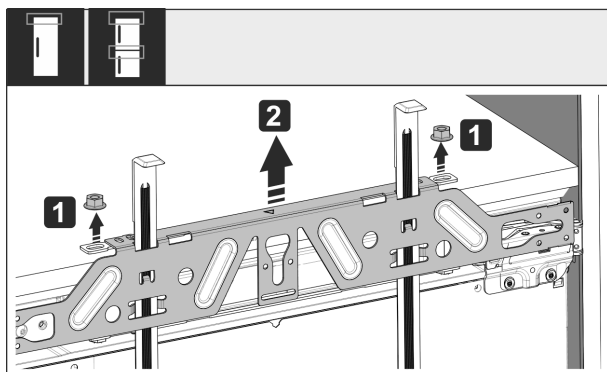

Fig. 50
- Oldja ki az ellenanyákat Fig. 50 (1).
- Vegye le a rögzítő kereszt-tartót Fig. 50 (2).